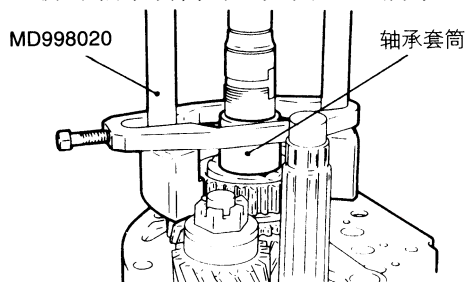

图 3-46 拆卸轴承套筒
(9) 拆卸轴承套筒时，如图 3-46 所示，用专用工具拆下轴承套筒。